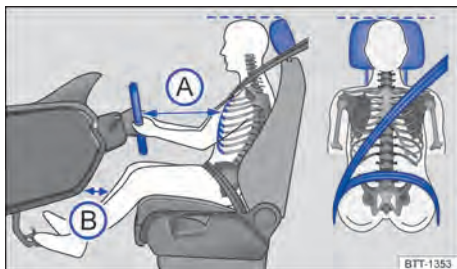

Fig. 20 Distância correta do condutor em relação ao volante, posição correta do cadarço do cinto de segurança e ajuste correto do apoio para cabeça.
- Ajustar o banco de modo que a distância entre o volante e o tórax tenha no mínimo 25 cm → Fig. 20 **A** e que o condutor possa segurar o volante pela borda externa com as duas mãos e os braços ligeiramente dobrados.
- Ajustar o banco do condutor na direção longitudinal de modo que os pedais possam ser acionados com as pernas ligeiramente arqueadas e a distância para o painel de instrumentos na área do joelho seja de, no mínimo, 10 cm → Fig. 20 **B**.
- Ajustar o apoio para cabeça de modo que a sua borda superior se encontre preferencialmente na mesma linha da parte superior da cabeça → Fig. 20 – porém não abaixo da altura dos olhos. Posicionar a parte posterior da cabeça o mais perto possível do apoio para cabeça.